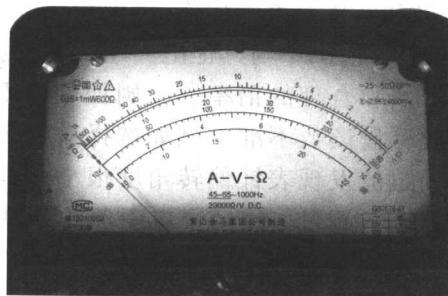

图1-9 万用表表盘
②表盘标度尺。表盘标度尺有以下特点:有的标度尺是均匀的,如直流电压、直流电流和交流电压共用同一标度尺。有的标度尺是非均匀的,如电阻等。一般万用表最上面一条是电阻标度尺,用“ Ω ”表示;从上到下第二条是直流电压、直流电流和交流电压的共用标度尺,用“~”、“V”、“mA”表示。图1-9是某一型号万用表的表盘。